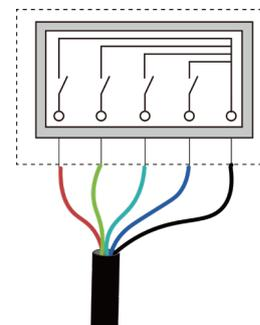

Abb. 61. Netzwerkkabel am Rundsteuerempfänger
1. Isolieren Sie das andere Ende des Netzkabels ab. Befestigen Sie den Kupferdraht an der entsprechenden Klemme der Rundsteueranlage. (siehe Abb. 61).